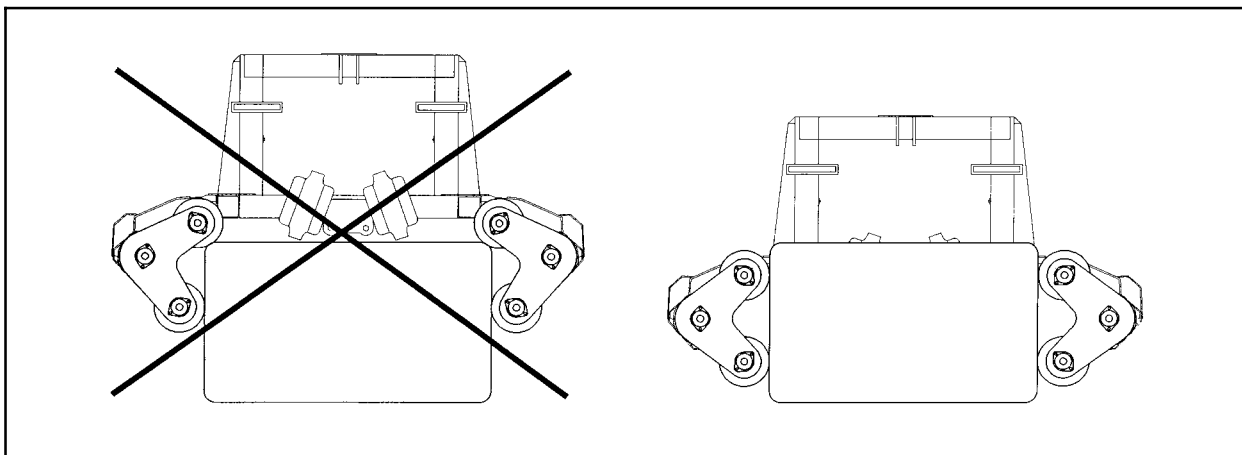

Fig.10-3
- a) Ved opplasting av små firkantballer er det viktig at bærerullene senkes så nær bakken som mulig. Dette for at alle fire rullene skal få tak på sidene av ballen. Hvis to av rullene kommer over ballen, vil ikke maskinen klare å laste den opp. (Se fig. 10-3).